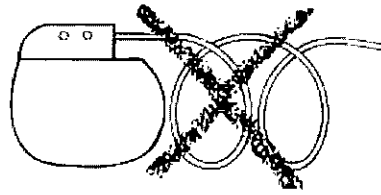

Figura 14. No enroscar el cuerpo del cable.
- NO enroscar el cable, ya que ello puede retorcer el cuerpo del cable y causar su desplazamiento (Figura 14).